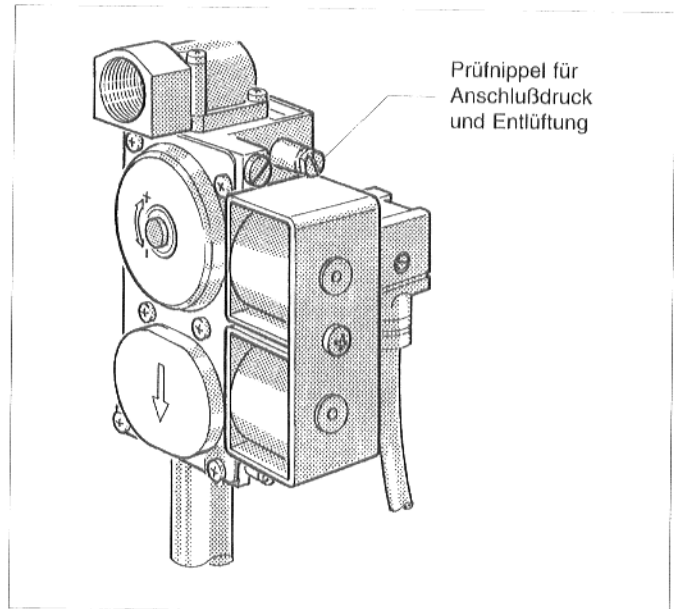

Abb. 31: Gasbrennerarmatur "SIT" 830 Tandem
- Lösen Sie die Verschlussschraube des Prüfnippels für Anschlußdruck an der Gasbrennerarmatur (Abb. 31 bis 33) zwei Umdrehungen; bei "SIT" 830 Tandem Verschlussschraube entfernen.